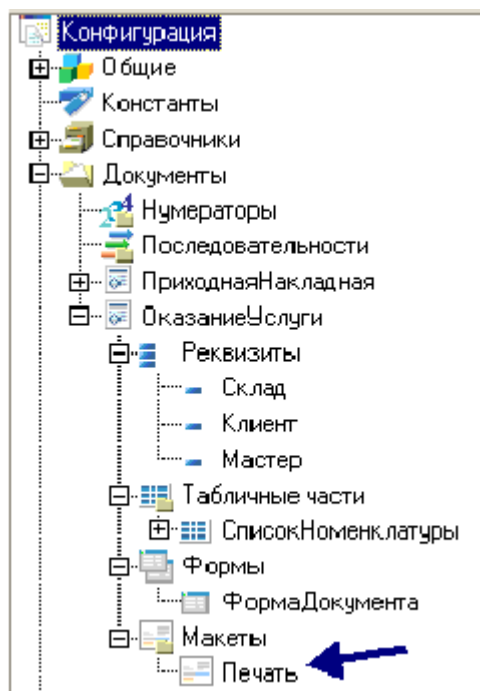

Рис. 78
- щелкните на макете *Печать* (рис. 78) – откроется макет документа. Макет состоит из именованных областей, которые выводятся на печать в определенном порядке;